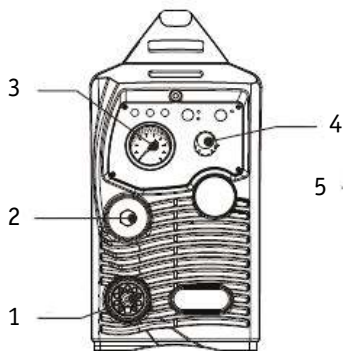

Рис. 1.1
4. Выст вьте с помощью регулятор ток рез (4) (рис. 1.1) необходимое зн чение, оно з висит от вид мет лл и его толщины.